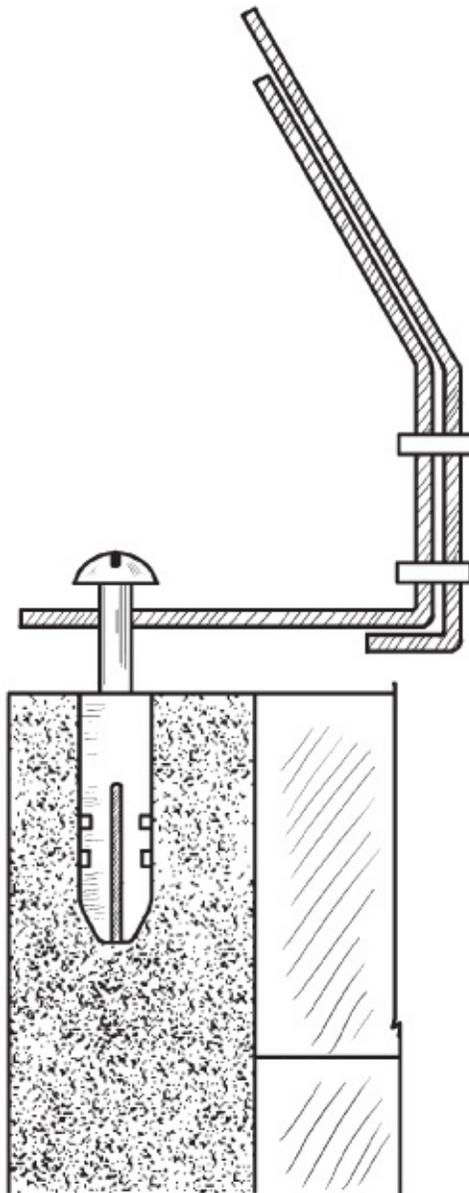

Рис. 34. Крепление зонта к ограждению топки
6. Зонти фиксируется (рис. 34) на ограждении топки с помощью стальных уголков, предварительно прикрепленных к нему медными заклепками длиной 12 мм.